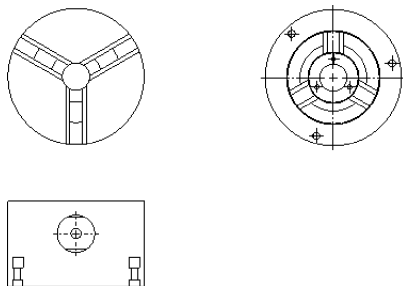

图 7-75 创建投影视图效果
STEP 4 单击“工程图”工具栏中的“投影视图”按钮，选择 **STEP 3** 旋转了的标准视图，向上拖动并单击，创建一个投影视图，然后向下拖动，再按住〈Ctrl〉键拖动，在右侧单击创建此方向上的投影视图，如图 7-75 所示。